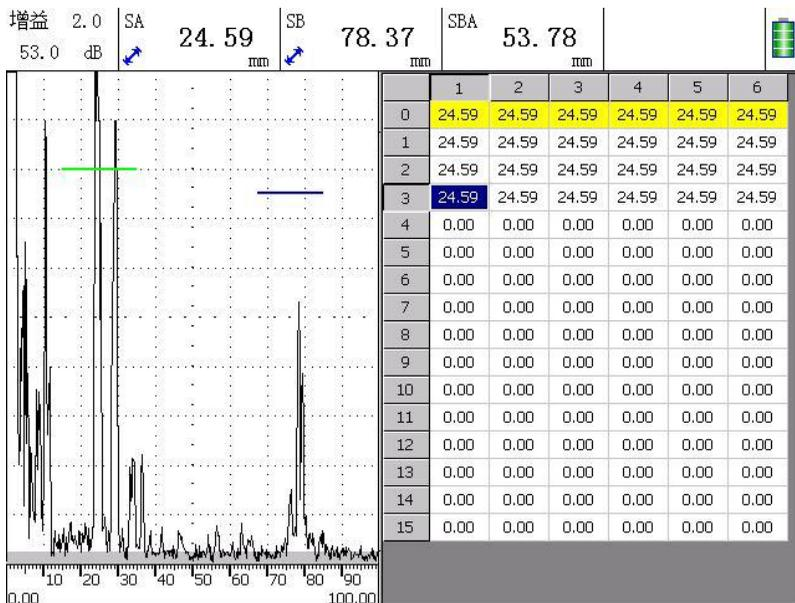

图 4.20 厚度测量工程界面
- 3) 短按【】退出到测量界面后，再次短按【】进入测量状态下的全屏界面。此时出现厚度测量工程表格。如图 4.20 图所示。